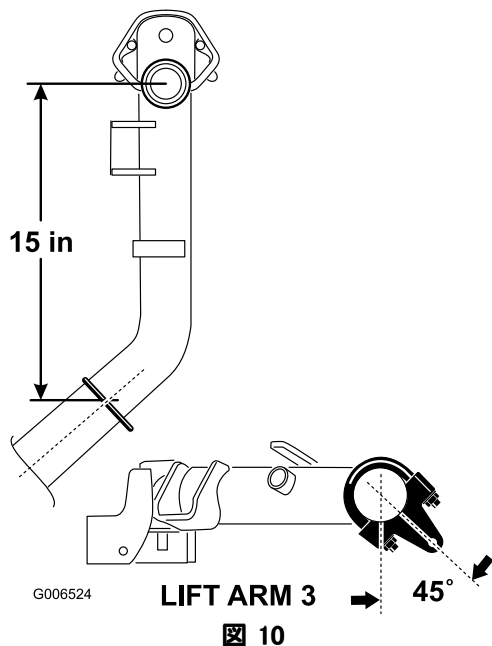

図 10
2. 昇降アーム2番、3番では、ブラケットとUボルトが、ピボットナックルの中心線よりも38 cm 後ろになるように取り付ける (図 10)。各ブラケットが、機体の外側に対して45度回転した状態になるようにする。